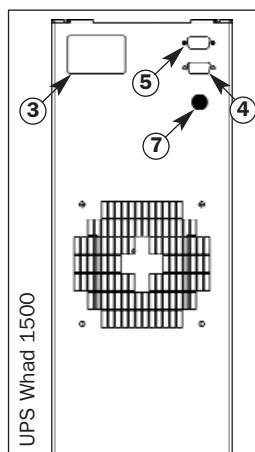

Fig.2
- 2) Branchez le câble d'alimentation et la prise multiple de sortie (cf. fig. 2) sur le connecteur d'entrée-sortie [3].